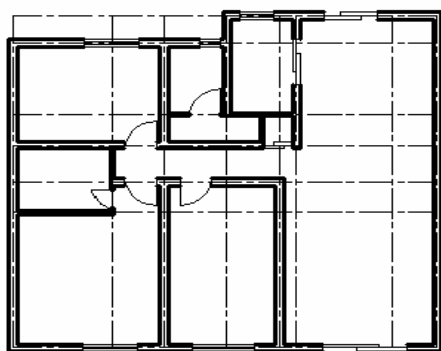
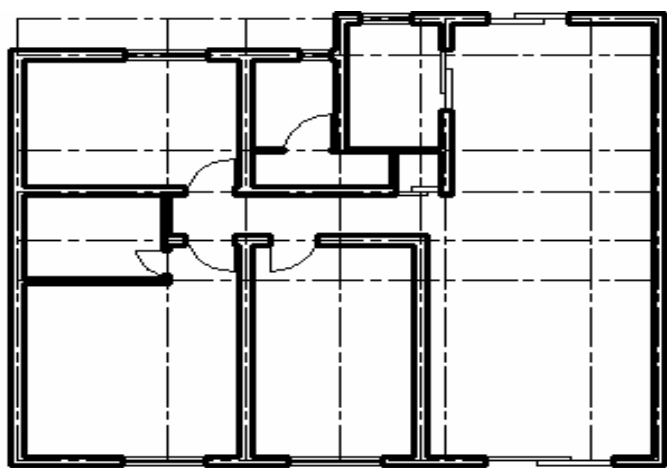

图 5-14
图 5-16
(11)单击【绘图】工具栏上的按钮,为未插入门的门洞绘制推拉门。如图 5-14 所示。
(12)在图形中选择所有门窗洞口的 2 个竖边线,再选择单击【修改】下拉菜单中的【对象特性】选项,如图 5-14 所示。在该对话框中选择线宽下拉列表框中的 0.30mm,将选中的洞口边线的线宽改为 0.30mm。绘制的最后墙线如图 5-16 所示。